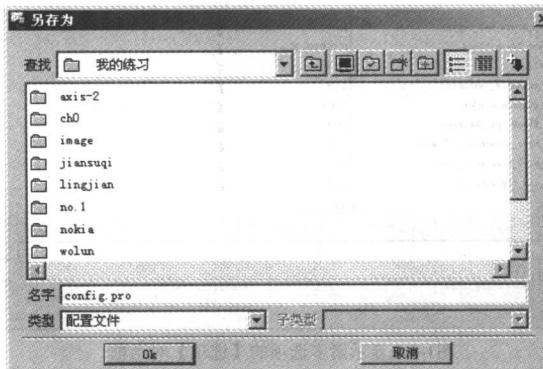

图1-12 【另存为】对话框
5. 单击【选项】对话框中的 按钮存盘，弹出【另存为】对话框，如图 1-12 所示。